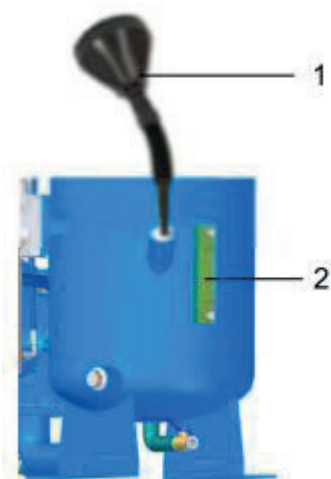

Рис. 33: Заправочный патрубок
6. ➔ С помощью воронки (Рис. 33/1) залейте охлаждающую жидкость до средней отметки смотрового стекла (Рис. 33/2).